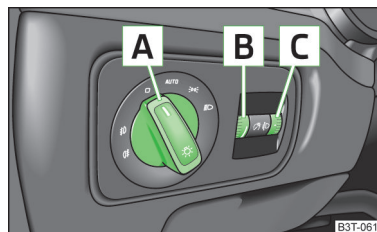

Abb. 31
Bei Fahrzeugen mit **Rechtslenkung** weicht die Anordnung der Schalter zum Teil von der in » Abb. 31 auf Seite 49 gezeigten Anordnung ab. Die Symbole, die die Schalterstellungen markieren, sind gleich.
Mit dem Lichtschalter **A**, dem Drehregler **B** bzw. **C** können die folgenden Funktionen bedient werden » Abb. 31.
Durch Drehen des Drehreglers **B** aus der Stellung **-** in **3** wird die Leuchtweitenregulierung allmählich angepasst und dadurch der Lichtkegel verkürzt » Abb. 31.
Durch Drehen des Drehreglers **C** kann bei eingeschaltetem Licht die Helligkeit der Instrumentenbeleuchtung angepasst werden » Abb. 31.
- ✓ Der Lichtschalter befindet sich in der Stellung 0 oder **AUTO** » Abb. 31 auf Seite 49.